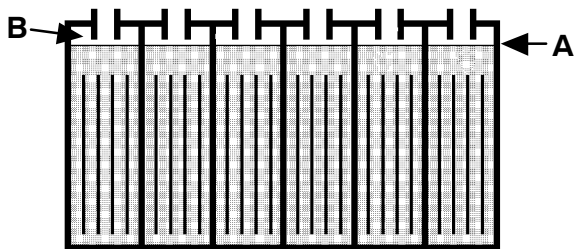

FIG. 25
2. Después de cargar, vuelva a inspeccionar el nivel de fluido de la batería (A) en cada celda de la batería. El nivel debe ser de 1 cm (3/8 pul.) desde el fondo de los tubos de mirilla (B). Agregue agua destilada si requerido. **NO LLENE EN EXCESO** (Figure 25).